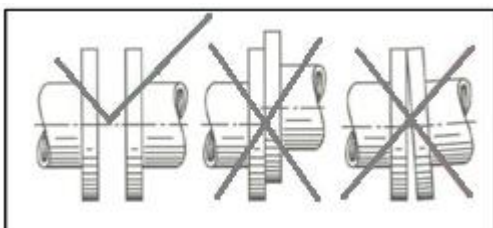
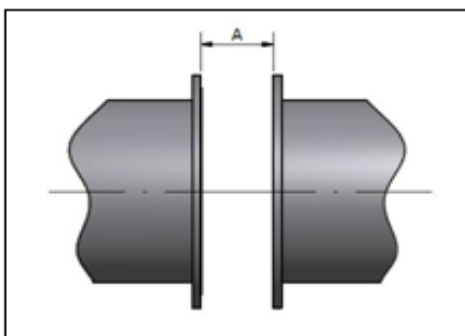

Figura 1
Figura 2
2- Na instalação deve ser observado o alinhamento, suporte adequado da tubulação e paralelismo entre os flanges para não danificar a válvula conforme figura 1. A medida de face a face (A) deve conter folga necessária para instalação das juntas. (figura 2)